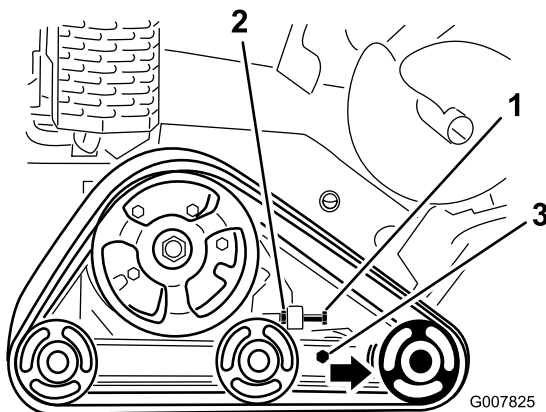

Figura 48
3. Allentate il controdado sul bullone di tensionamento dei cingoli e i bulloni del serrafilo sul braccio di tensione (Figura 48).
4. Serrate il bullone di tensionamento a un valore compreso tra 32,5 e 40,7 Nm per stringere il cingolo (Figura 48).
4. Allentate il bullone di tensione e il controdado (Figura 48).
5. Allentate i bulloni serrafilo (Figura 48).